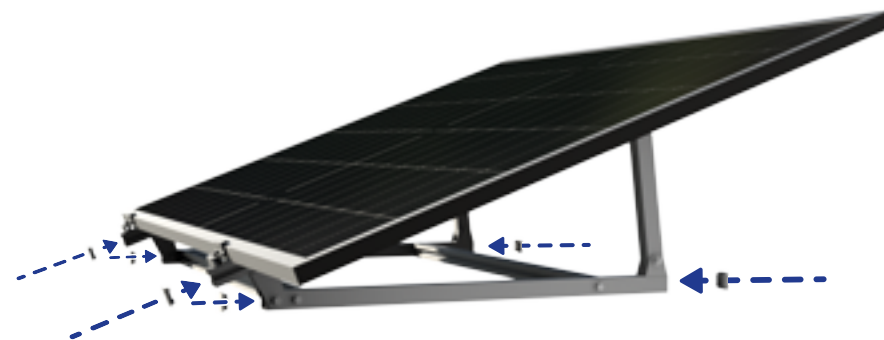

Fig. 15
15. Applicare le coperture ai terminali dei profilati (↗Fig. 15).
16. Applicare le coperture al tubolare quadro del treppiede (↗Fig. 15).